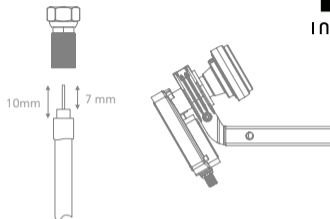

Fig. 4
2. Usuń izolację z kabla i nakręć wtyk typu F* na koniec kabla (Rys.4).